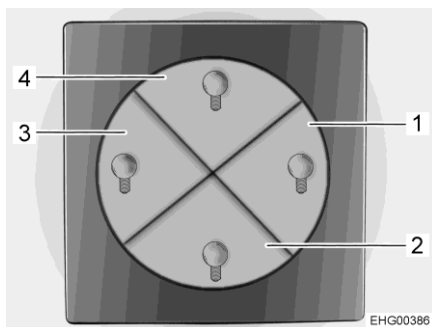

Bild 75 Omkopplare för ljusstyrning
- Huvudljus bodel (takbelysning) (knappsats 4 i Bild 75)
- Omgivningsbelysning bodel (indirekt belysning genom lysdiodremsor på sidan) (knappsats 2 i Bild 75)
- Huvudljus sovrum (takbelysning) (knappsats 3 i Bild 75)
- Omgivningsbelysning sovrum (indirekt belysning genom lysdiodremsor på sidan) (knappsats 1 i Bild 75)